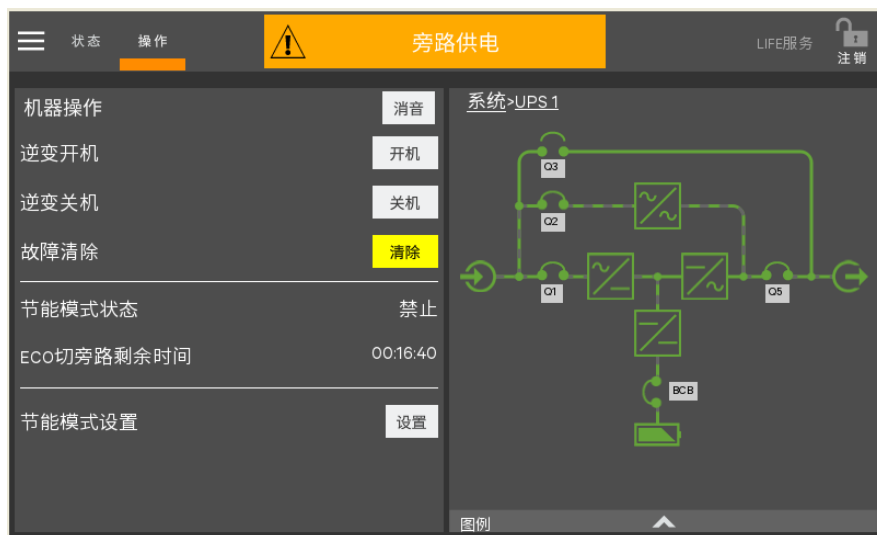

图 5-3 点击逆变开机按钮
4. 待整流器完成启动，旁路开始供电以后（功率流图如图 5-3 所示），点击开机按钮（此处可参考 4.2.4 节）。